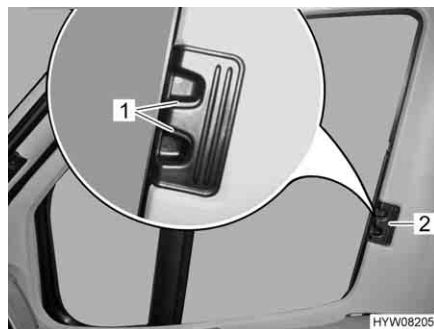

Fig. 83 Estore opaco plissado para as janelas do condutor/passageiro
- Empurre um contra o outro os manípulos de destravamento (Fig. 83,1) e mantenha-os assim.
- Puxe os estores opacos plissados para a janela do condutor e a do passageiro no manípulo (Fig. 83,2) para o outro lado da janela e junte-os nas tiras magnéticas.
- Empurre para dentro os estores opacos plissados para as janelas do condutor e do passageiro no manípulo (Fig. 83,2) até ao encosto.
- Largue os manípulos de destravamento (Fig. 83,1) e faça-os encaixar.